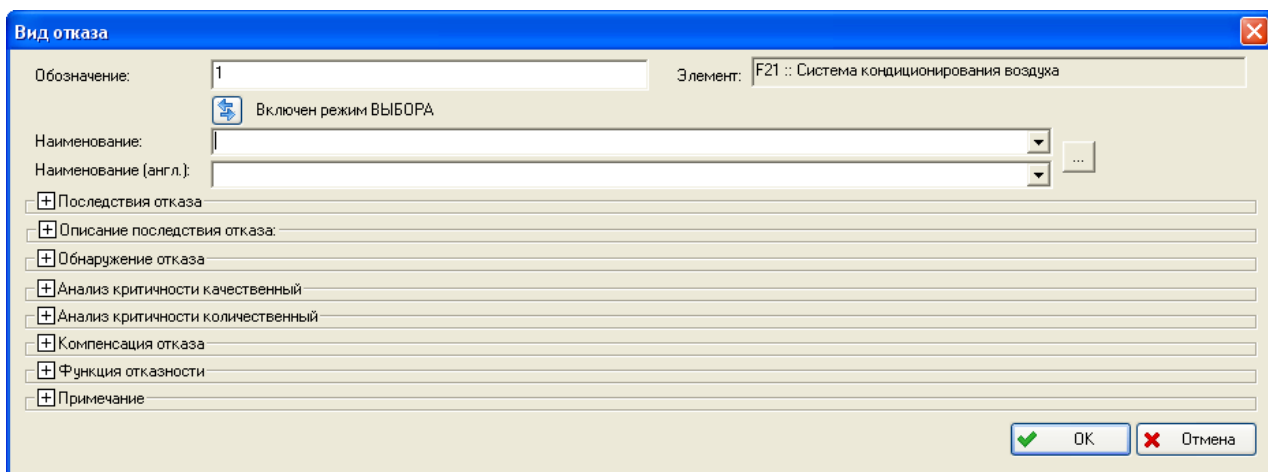

Рис. 7-15
2. В его контекстном меню выберите **Добавить вид отказа**, или в контекстном меню, вызванном в нижней части вкладки, выберите **Добавить вид отказа**, или на панели инструментов нажмите на кнопку . При этом появится диалоговое окно **Вид отказа** (рис. 7-15):